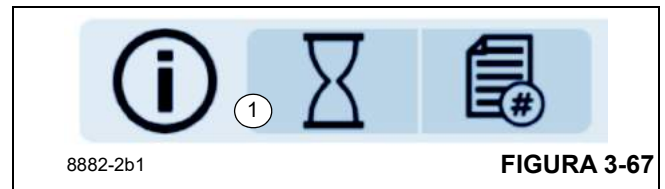

FIGURA 3-67
Abra el menú de horas de funcionamiento (1), (Figura 3-67).